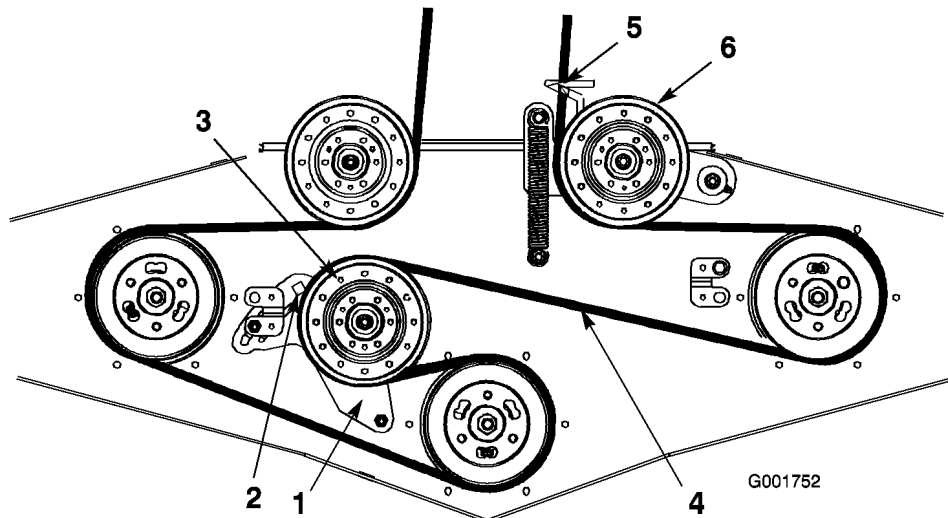

Figure 47
4. Desserrez le bras de la poulie de renvoi fixe pour détendre la courroie sur la poulie (Figure 47).
6. Passez la courroie neuve dans le guide-courroie et sur les poulies (Figure 47).